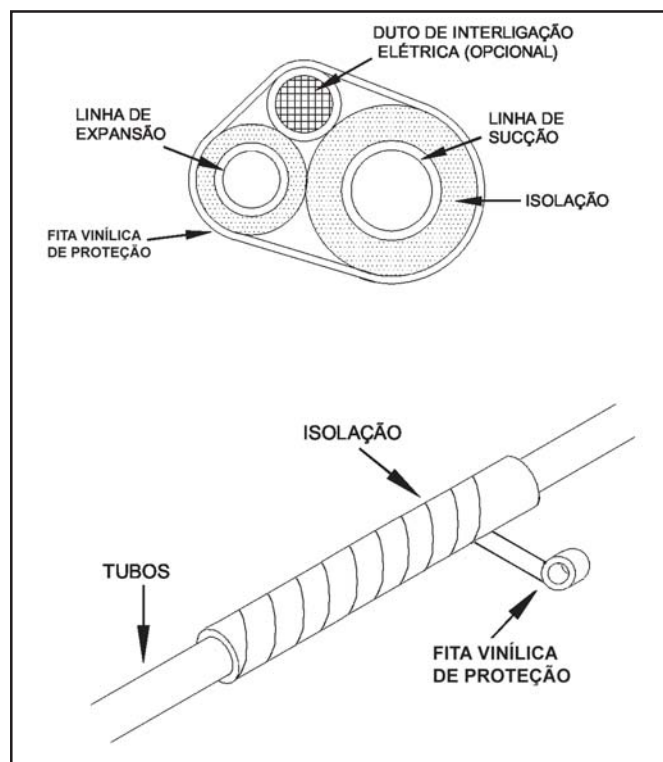

FIGURA 11 - TUBULAÇÕES DE INTERLIGAÇÃO
- Conecte a tubulação de PVC 1/2" à conexão do dreno (figura 11).
Isole-as utilizando borracha de neoprene circular e após passe fita de acabamento em torno (figura 11).
Teste todas as conexões soldadas e flangeadas quanto a vazamentos (pressão máxima de teste: 200 psig). Use regulador de pressão no cilindro de Nitrogênio. Se for conveniente passe a interligação elétrica junto a tubulação de cobre, conforme figura 11.